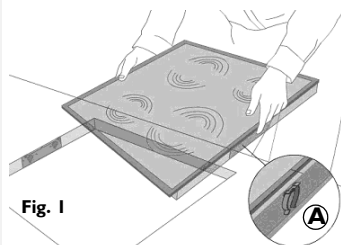

Fig. 1
- Coloque os 4 grampos **(A)** no aro da placa, no respectivo lugar. Consulte a Fig. 1.